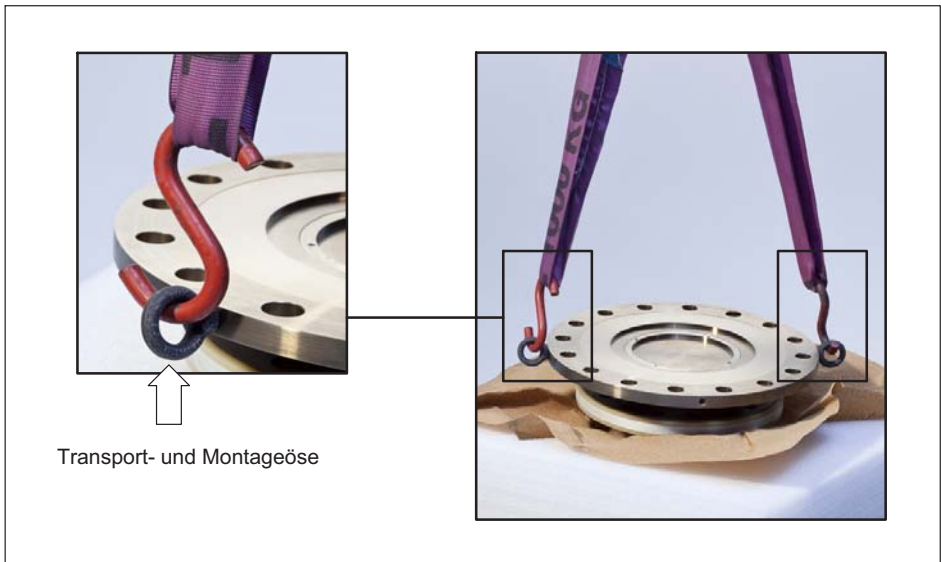

Abb. 5.1 Transport- und Montageösen am Rotor
Am Rotor sind als Transport- und Montagehilfe zwei Ösen eingeschraubt. Haken Sie in diese Ösen das Hebegeschirr ein, nur so ist gewährleistet, dass der Rotor waagrecht aus der Verpackung gehoben wird (siehe Abb. 5.1).
1. Heben Sie den Rotor aus der Verpackung, drehen Sie ihn horizontal um 180°, so dass Flansch B nach oben zeigt (siehe Abb. 5.1).
6. Heben Sie den Rotor vorsichtig an und verfahren Sie ihn an die Montagestelle (siehe Abb. 5.1).